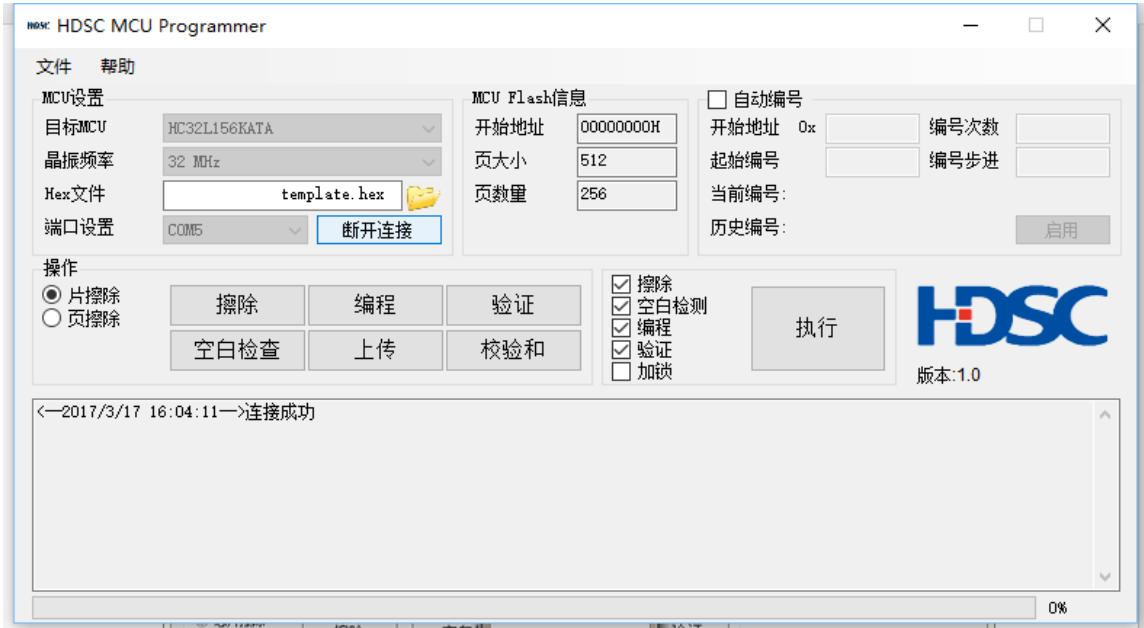

图 9 连接
- 2) 用 USB 转串连接线将 PC 和 MCU 目标板连接起来，点击“连接”按钮，进行连接，连接成功后如图 9 所示。